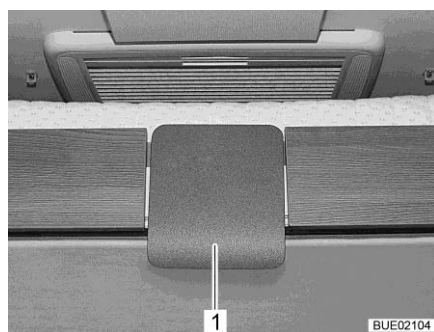

Bild 138 Låsplattan på den höjbara sängen (Ixeo I)
- Höjbar säng med spärr: Dra ner på låsplattan (Bild 138,1) och dra ner den höjbara sängen så långt det går.